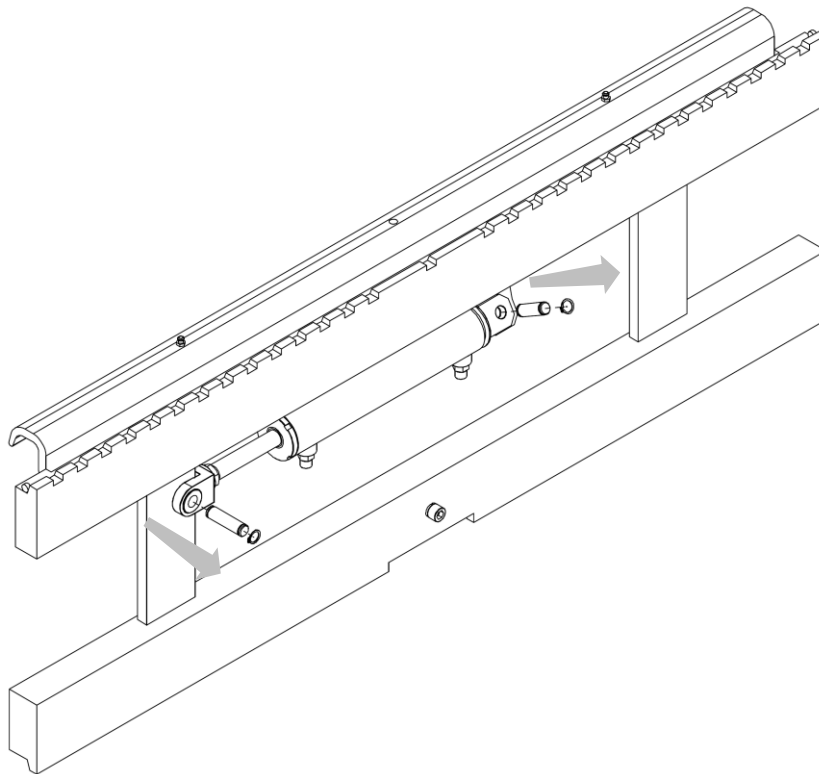

Abbildung 23
2. Entfernen Sie die vorhandenen Spannstifte mit den entsprechenden Sprengringen und nehmen Sie den Zylinder weg von seinem Sitz (siehe *Abbildung 23*).